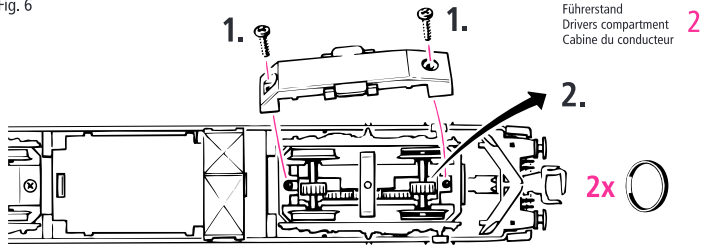

Fig. 7
1. Reinigung der Radstromkontakte: Radstromkontakte können auf unsauberen Schienen leicht verschmutzen. Bitte **entfernen Sie vorsichtig** mit einem kleinen Pinsel **den Schmutz** an den in Fig. 7 gekennzeichneten Stellen. Bitte zuerst das Lokgehäuse abnehmen (Fig. 3).
1. Nettoyage des lames de contact aux roues: Les lames de contact risquent de s'encrasser rapidement sur des voies poussiéreuses. Veuillez **enlever la poussière** aux endroits marqués à la fig. 7 après avoir démonté la caisse de la locomotive (fig. 3).
1. Cleaning of wheel contacts: Wheel contacts easily get dirty on tracks which are not entirely clean. Use a small brush to **remove dirt** from spots marked in fig. 7. Prior to this remove loco body (fig. 3).